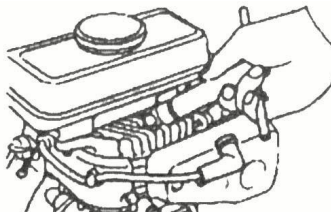

Fig. 17
1. Снимите свечу зажигания с помощью специального ключа (Рис. 17).